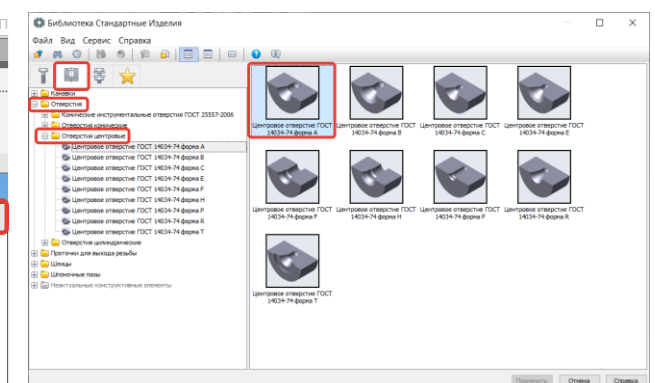

Рисунок 104- Центровые отверстия
- В окне Библиотеки стандартных изделий выберем Центровое отверстие ГОСТ 14034-74 форма А (Рисунок 104);